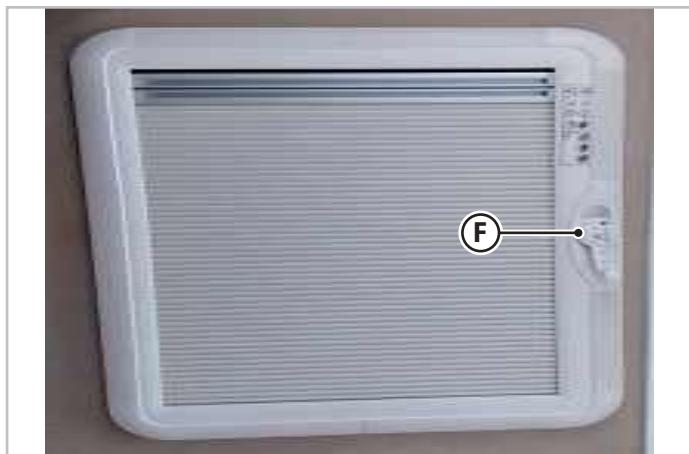

Fig.6.7 - Lanterneau basculant - Type B
Lanterneau basculant - Type B (Fig.6.7)
- Soulever la poignée de sécurité (**F** - Fig.6.7) et la tourner dans le sens inverse des aiguilles d'une montre pour relever le lanterneau dans la position souhaitée.